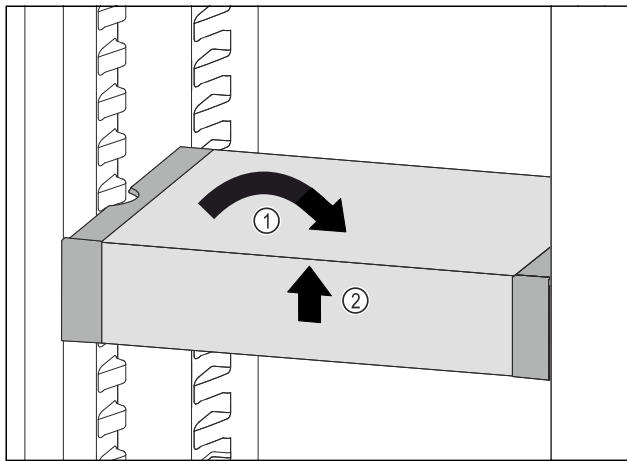

Fig. 103
- VarioSafe gerade stellen. Fig. 103 (1)
- VarioSafe vorne anheben. Fig. 103 (2)